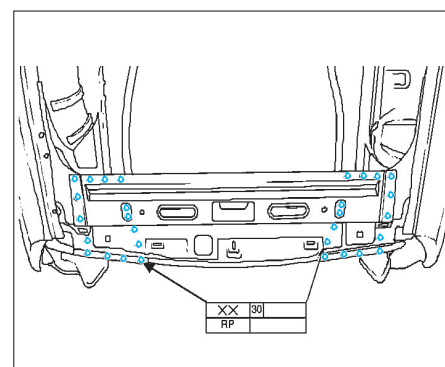

FIG. 167
- Souder la traverse (**fig. 167**).